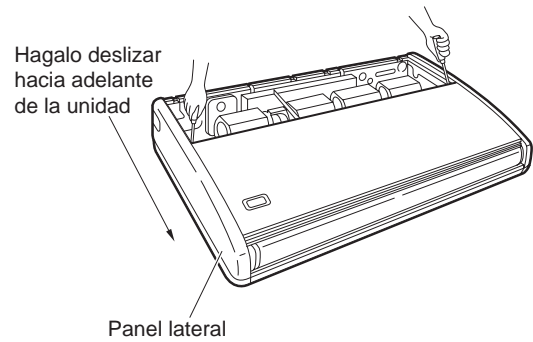

Fig. 3-72b
5. Antes de colgar la unidad interior, retire los tornillos del cerrojo de las rejillas de aspiración, abra las rejillas y retírelas apoyando en las uñas de las bisagras tal como se indica en la figura 3-72a. Quite entonces los dos paneles laterales haciéndolos deslizar hacia adelante a lo largo de la unidad después de haber retirado los dos tornillos de fijación. (Fig. 3-72b)